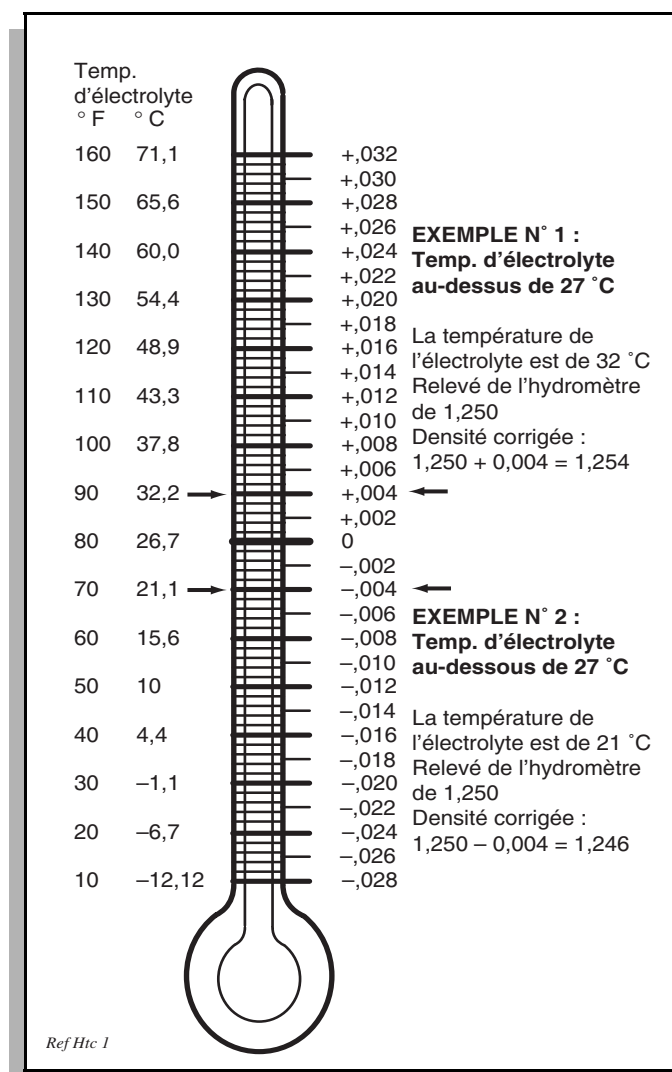

Fig. 35 Correction de l'hydromètre en fonction de la température
4. Ajouter ou soustraire du relevé quatre points (0,004) par 6 °C de la température de l'électrolyte au-dessus ou au-dessous de 27 °C. Ajuster le relevé en fonction de la température de l'électrolyte, c'est-à-dire si le relevé indique une densité de 1,250 et que la température de l'électrolyte est de 32 °C, **ajouter** quatre points (0,004) à 1,250, ce qui donne un relevé corrigé de 1,254. De même, si la température est de 21 °C, **soustraire** quatre points (0,004) de 1,250 pour obtenir 1,246 (Voir Fig. 35, page 27).